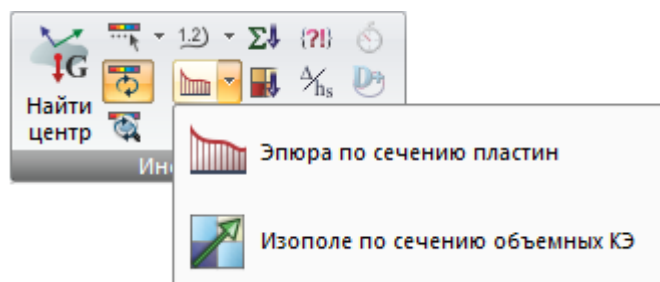

Рис. 42. Раскрывающийся список **По сечению**
**По сечению** (рис.42) – раскрывающийся список с заменой для задания информации с целью создания графика ординат (эпюр) на пластинах вдоль заданного отрезка, а также создания изополей в плоском сечении схемы, состоящей из объемных КЭ: